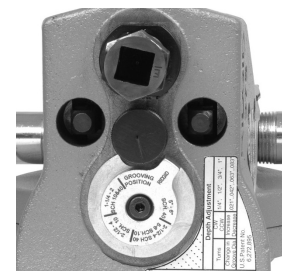

Figura 5 – Indicador en posición de ranurado
2. Asegure que el indicador de la profundidad de la ranura se encuentra en la posición de ranurado. (Figura 5)